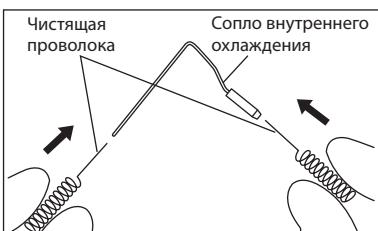

Рис. 10
- 1) Чистите сопла внутреннего и внешнего охлаждения с помощью специальной проволоки. (Рис. 10, 11)
- 2) Вставьте трубку охлаждения в каждое сопло и промойте ее чистой водой. (См. пункт 3 (1), (2))